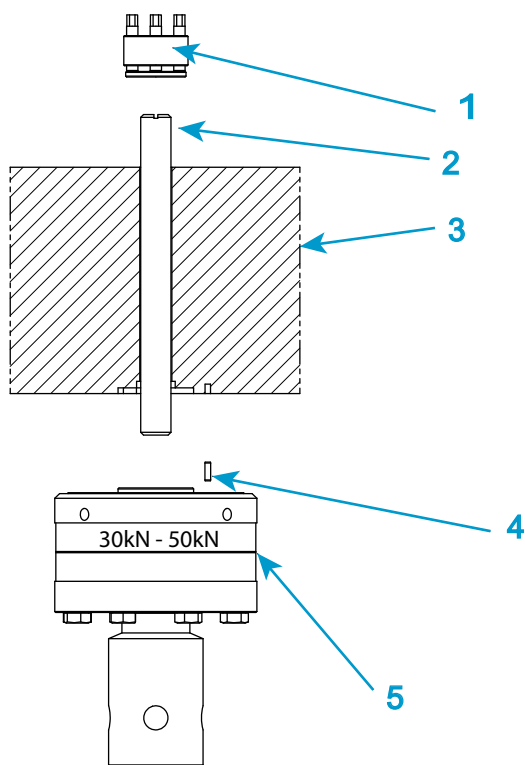

Figura 19. Installazione di una cella di carico serie 2530 - capacità 30 kN e 50 kN
Legenda per Figura 19
1. Fare riferimento a Figura 19 a pagina 81 e alla relativa legenda associata.